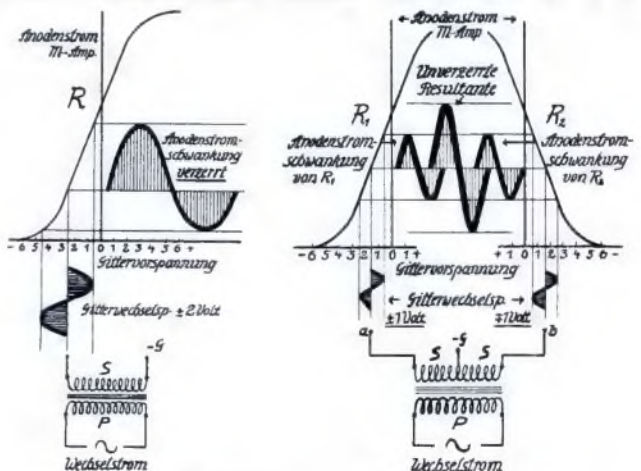
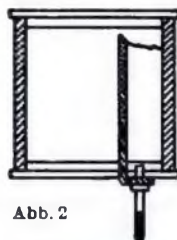

Abb. 1 Zur Gegentaktanschaltung. Abb. 2
Abb. 2
- 2) Worauf diese Eigenschaft des Gegentaktverstärkers beruht, ist leicht zu verstehen. An der Primärseite eines Transformators wirke ein Wechselstrom so, daß an der Sekundärseite desselben Wechsellspannungen von  $\pm 2$  Volt auftreten. Diese Wechsellspannungen werden dem Gitter der Endröhre zugeführt. Sie habe die Charakteristik, die in Abb. 1 angegeben ist. Wir sehen dann aus dieser Abbildung, daß unsere Röhre nicht imstande ist, Wechsellspannungen von  $\pm 2$  Volt verzerrungsfrei in Stromschwankungen umzusetzen, es treten Amplitudenverzerrungen auf (Klirrtöne und dergl.). Wir haben also den Fall, daß die vorhandene Energie nicht voll verwendet werden kann, da die Endröhre übersteuert wird. Hier ist die Gegentaktanschaltung am Platze. Warum bei ihr keine Frequenzverzerrungen auftreten, ersehen wir aus Abb. 2. An
der Primärseite wirkt wieder der gleiche Wechselstrom wie im vorhergehenden Falle. Wir würden also bei einem gewöhnlichen Transformator eine Gitterwechselspannung von  $\pm 2$  Volt erhalten. Beim Gegentakttransformator ist das ganz anders. Wir erhalten nämlich statt einer Gitterwechselspannung von  $\pm 2$  Volt eine solche von  $\pm 1$  Volt bei a und  $\pm 1$  Volt bei b (Abb. 2).
Die Panzerspulen sind Radixspulen; leider müssen wir sie abmontieren und den teuren Hartgummiboden fortwerfen. Von Spulen können wir zwei normale Prim. Centr. gebrauchen; die müssen wir loslöten und die Anschlüsse so an die Stecker führen, wie dies die Skizze (Abb. 1) zeigt. Ich selbst habe es vorgezogen, alles abzureißen und ganz neue Wicklungen aufzubringen. Das hat verschiedene Vorteile.
Wie dies die Skizze zeigt, kommen an die Stecker des unteren Spulendeckels starke Kupferdrähte, an die erst die Spulendrähte nach Skizze (Abb. 2) gelötet werden. Wenn die Drähte stark genug sind, brauchen sie nicht isoliert zu werden.